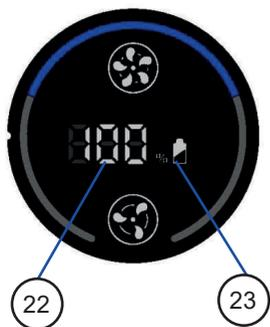

Рисунок 3
2. Сначала установите в настенный держатель или стойку, а затем подключите к сети. На дисплее будет отображаться уровень (%) зарядки батареи (**рис. 3**). Символ батарейки будет мигать до завершения зарядки.